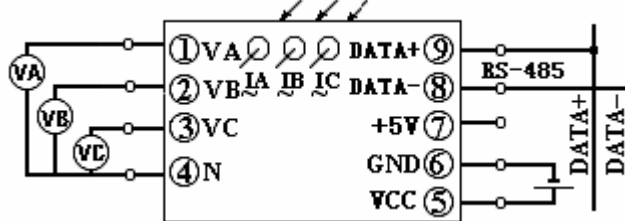

图 3.3.1 三相四线制双隔离 S3 型产品接线参考图
3.3.4.1、三相四线制双隔离 S3 型产品接线参考图，见图 3.3.1。